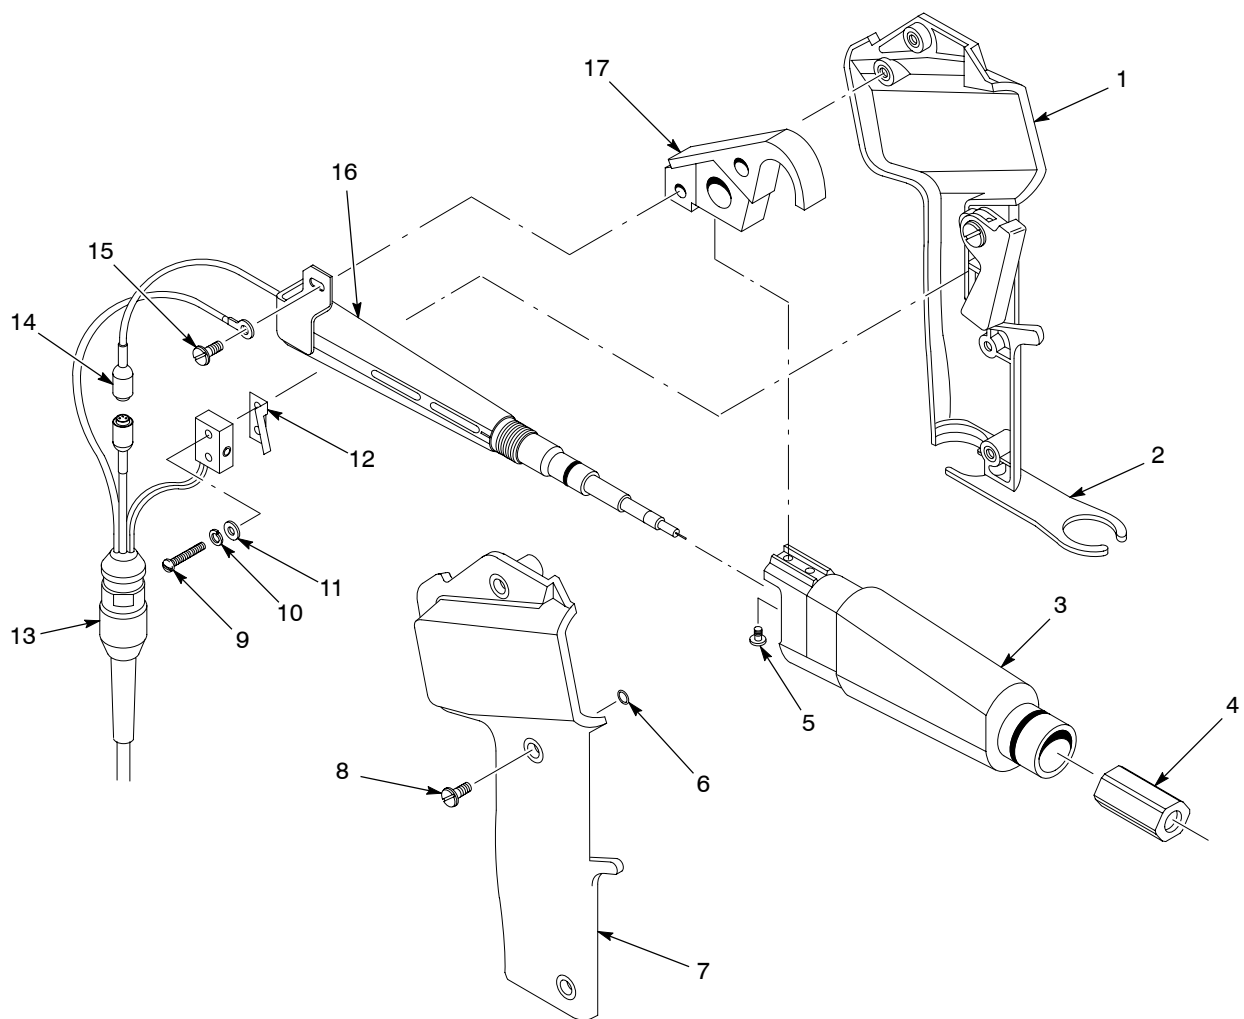

Рис. 7 Замена умножителя и кабеля
2. См. рис. 7. Вывернуть три невыпадающих винта (8) в крышке (7). Винты удерживаются в крышке уплотнительными кольцами (6). Снять крышку с рукоятки (1).
3. Вывернуть винт (15) крепления кронштейна радиатора умножителя на рукоятке (17). Отсоединить провод заземления.
4. Ослабить стяжную гайку разъема и отсоединить кабель (13) от разъема (14) умножителя.
5. Снять удлинитель (3) и узел умножителя/резисторного насадка (16) с рукоятки.
6. Ослабить и отвернуть гайку (4) кабеля. При необходимости использовать гаечный ключ.
8. Если старый удлинитель будет заменен на новый удлинитель из комплекта, вывернуть два винта (5) крепления крючка (17) к удлинителю и снять крючок. Поставить крючок на новый удлинитель.
2. См. рис. 7. Вывернуть два винта (9), снять стопорные шайбы (10) и плоские шайбы (11). Снять выключатель спускового крючка и его приводной элемент (12) с рукоятки (1).
3. Слегка повернув держатель шланга (2), освободить кабель. Отметить, как кабель вставляется в держатель шланга.
4. Вставить новый кабель в держатель шланга и проложить провод заземления вокруг конца умножителя. Закрепить провод заземления на рукоятке (17) винтом (15).
5. Подсоединить кабель к разъему (14) умножителя. Уложить проводку так, чтобы ее не зажало между рукояткой и крышкой при установке последней.
7. Поставить крышку (7) на рукоятку.